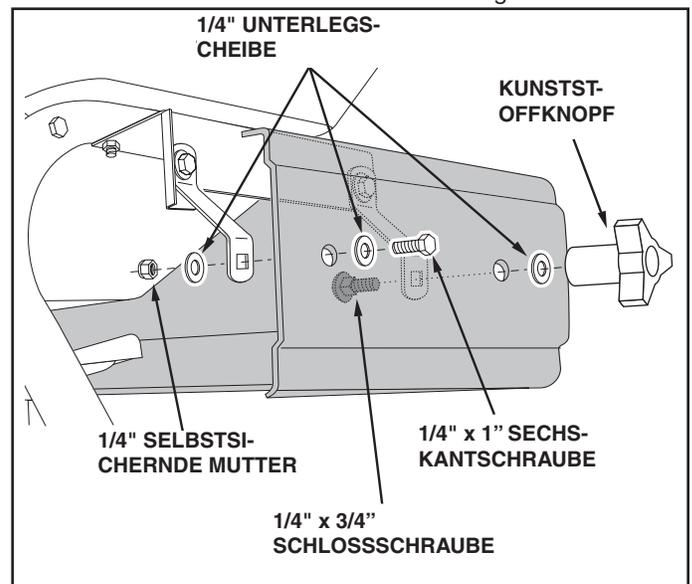

ABBILDUNG 7
8. Montieren Sie das Streuerschutzblech mit zwei 1/4" x 3/4" Schlossschrauben, 1/4" Unterlegscheiben und den beiden 1/4" Kunststoffknöpfen an den vorderen Z-Winkeln. Siehe Abbildung 7.
9. Montieren Sie das Streuerschutzblech mit zwei 1/4" x 1" Sechskantschrauben, vier 1/4" Unterlegscheiben und zwei 1/4" selbstsichernden Muttern an den hinteren Z-Winkeln. **Ziehen Sie die Muttern soweit fest, dass der Z-Winkel noch frei schwenkbar ist.** Siehe Abbildung 7.